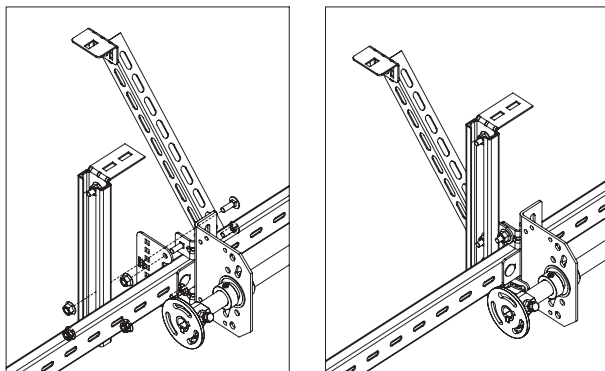

Рис. 26.4
- закрепить к кронштейну ТВІ925 двумя болтами М8х25 пластину ТВІ22 (рис.26.4)